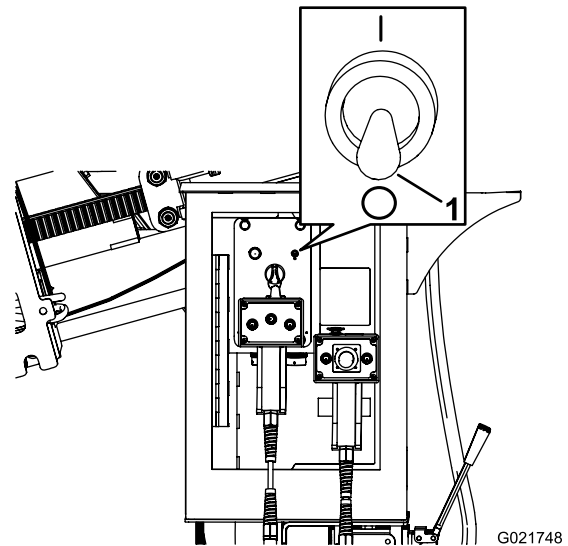

Figure 155
2. Vérifiez que la commande du tuyau d'arrosage auxiliaire est en position arrêt (O) (Figure 155).